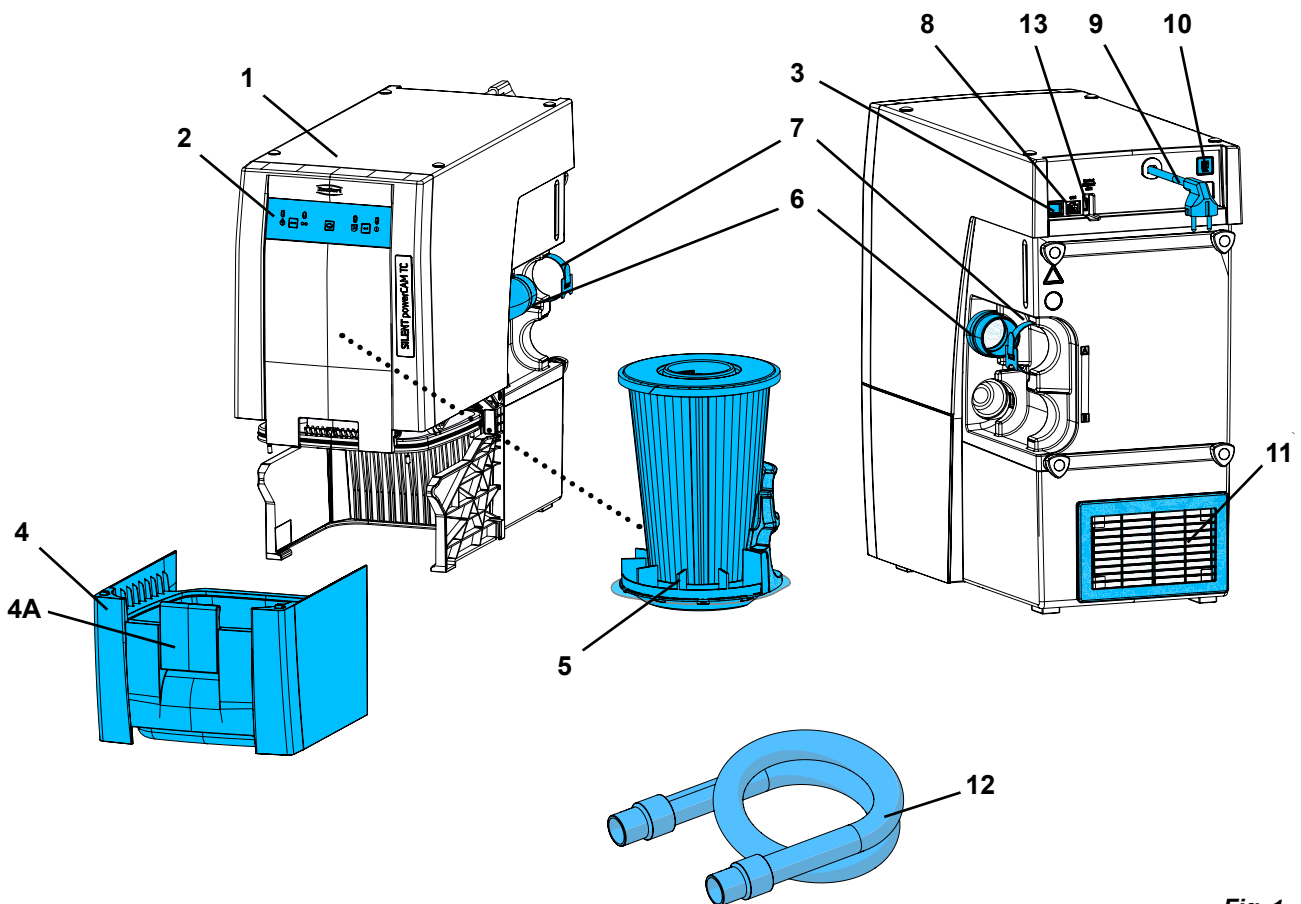

Fig. 1
- der Abluftaustritt (11, Abb. 1) nicht behindert wird.
- Externe Ablufführung (A) (siehe Kap. 4.6).
- Öffnung in Schrankrückwand (B), min. 250 x 120 mm, direkt gegenüber dem Abluftaustritt (11, Abb. 1).
- Rückwand des Schanks entfernen (C), Abstand der Schrankrückseite zur Wand min. 50 mm.
- ⇒ Gerät am Ein- / Aus-Schalter (3, Abb. 1) ausschalten.
- ⇒ Netzkabel (9, Abb. 1) entrollen und Netzstecker in Steckdose der Gebäudeinstallation einstecken.